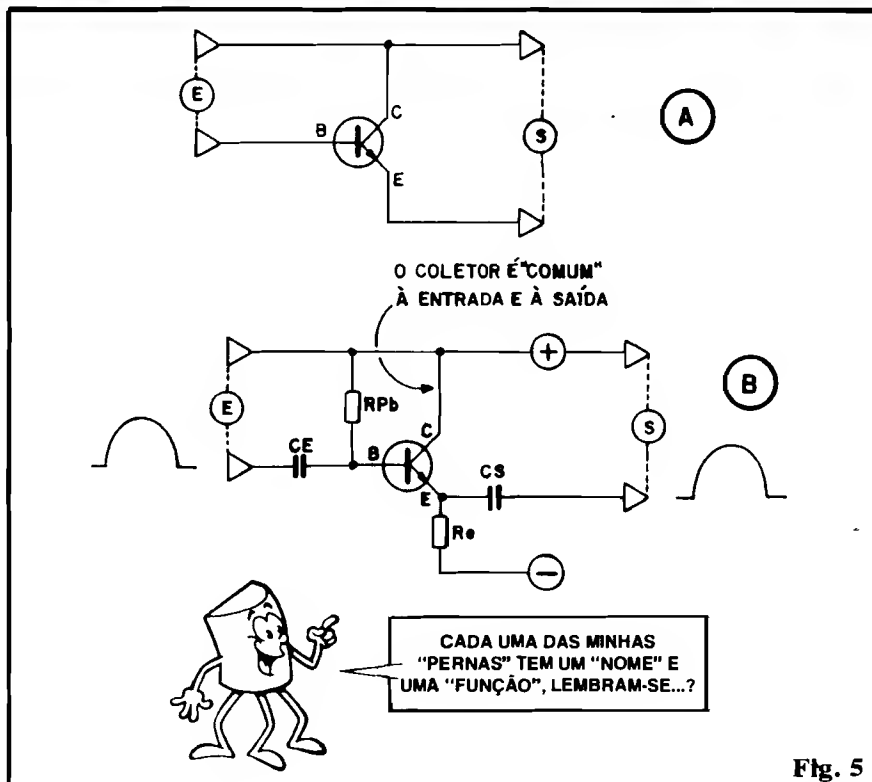

Fig. 5
- **FIG. 5 - COLETOR COMUM** - O esboço do arranjo (5-A) mostra como o **coletor** "serve" tanto à Entrada (E) quanto à Saída (S) do bloco amplificador. Numa configuração prática, a disposição do circuito fica como mostrado em 5-B. Notar que nesse caso, é costumeiro recolher-se a Saída no **emissor** do transistor, "carregado" pelo resistor R_e . Observar que os capacitores CE e CS são normalmente intercalados (para funcionamento com sinais alternado) na função de "bloqueio" de C.C. (tais capacitores **podem** não ser necessários, em amplificação de C.C. ou em certos tipos de acoplamento, detalhados mais adiante, ainda na presente "Aula"...). Pelas formas (gráficos) de onda exemplificadas na figura, verificamos ainda que nessa configuração **não ocorre** a "inversão de fase" ou polaridade (que se verifica - como vimos - na configuração em EMISSOR COMUM). A IMPEDÂNCIA de entrada é **alta**, enquanto que a de saída é **baixa** (características inversas às verificadas em EMISSOR COMUM, portanto...). O ganho de **corrente** é bom, porém o ganho de **tensão** (ao contrário do que ocorre em EMISSOR COMUM) é muito baixo (o resistor de carga de **emissor**, R_e , é normalmente de valor baixo, proporcionando um reduzido "diferencial" de tensão com relação à linha do **negativo**).